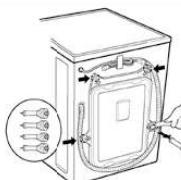

Figure 3
3. Tordre légèrement le caoutchouc des boulons, puis retirer les boulons, et conserver les boulons et la clé (voir figure 3).